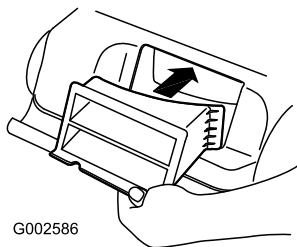

Figure 22
**Important:** Assurez-vous que l'obturateur de l'éjecteur arrière est en place avant de procéder à l'éjection latérale (Figure 22).